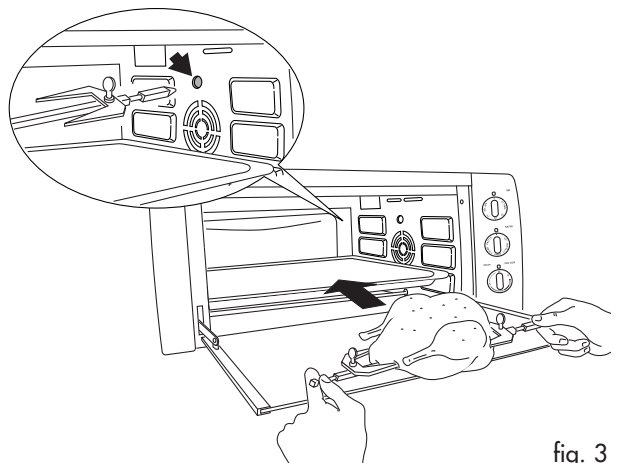

fig. 3
- Insérez la lèche-frite (H) dans la glissière 3 et s'assurer que la broche (I) est correctement introduite dans le logement du tournebroche (fig. 3).